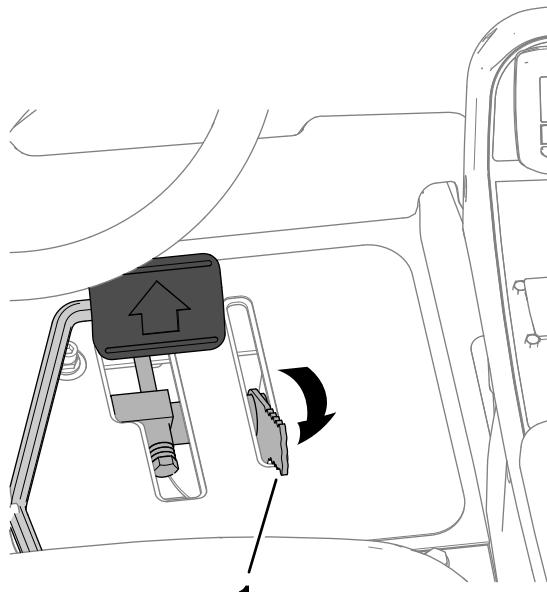

Figura 38
3. Mueva la palanca del limitador de la velocidad de siega hacia atrás a la posición de TRANSPORTE (Figura 38).